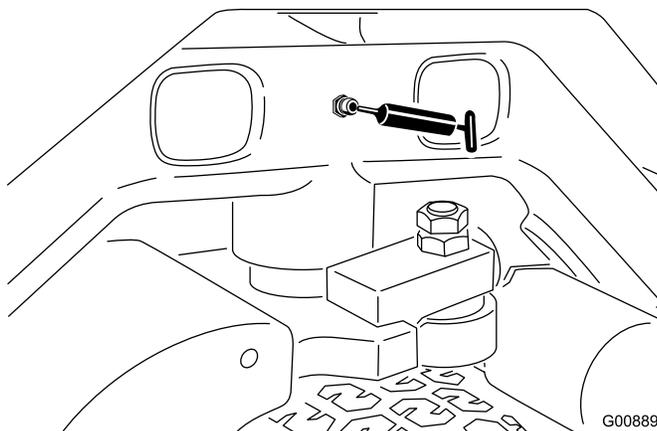

Рисунок 54
- Шарнир поворотного кулака (Рисунок 54)